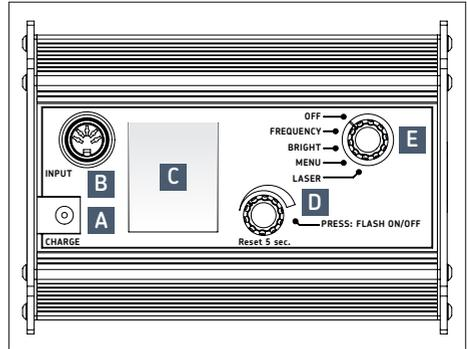

Fig.1 – Stroboscopio SKF TKRS 41
### 5.1 Prese (→ fig. 1)
1. Caricare il dispositivo: collegare le caricabatterie alla presa CHARGE (A) collocata nella parte posteriore del dispositivo (→ fig. 1).
2. Puntare il dispositivo su un elemento in movimento e accenderlo. Ruotare il selettore (E) verso sinistra su "FREQUENCY".